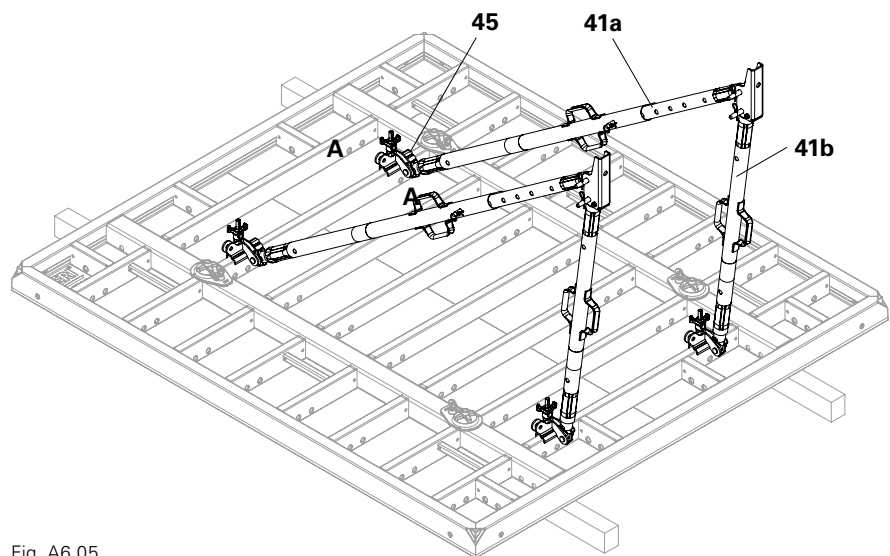

Fig. A6.05
- (Fig. A6.05 + A6.06)
- (Fig. A6.05 + A6.05a)